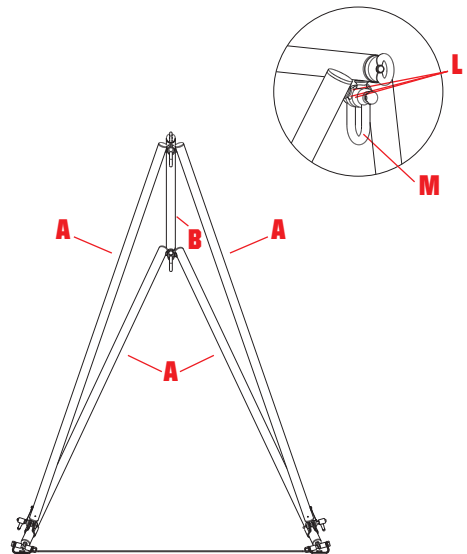

fig. 3
- Koppla ihop den övre stängningen (B) med sidostängerna (A) genom att föra in schacklarna (M) i kopplingsöglorna (L) - (Fig. 3).